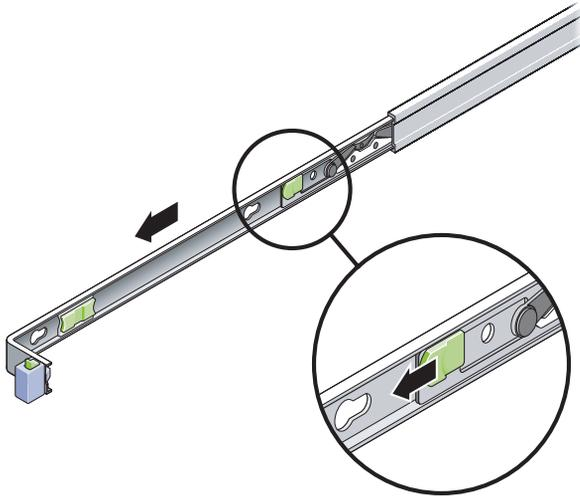

ABBILDUNG 3-24 Position der Entriegelung des Montagebügels
- c. Schieben Sie die Bügelentriegelung in die in ABBILDUNG 3-24 gezeigte Richtung und ziehen Sie dann den Montagebügel von der Schiene ab.